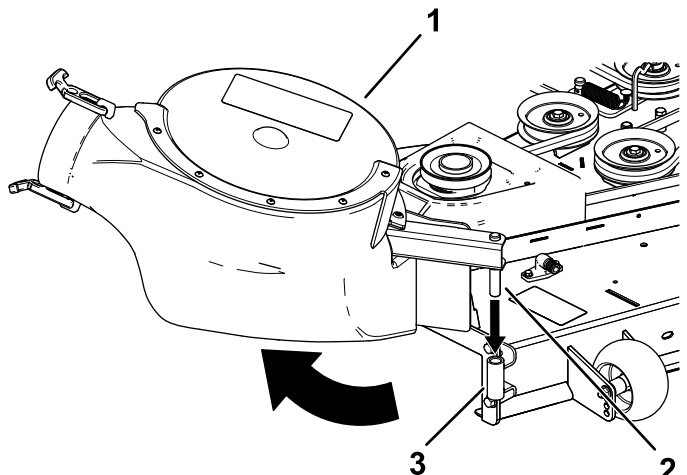

Figura 13
2. Introduzca el pasador de giro del soplador en el soporte del soplador y gire el soplador hacia dentro, hacia la máquina (Figura 13).